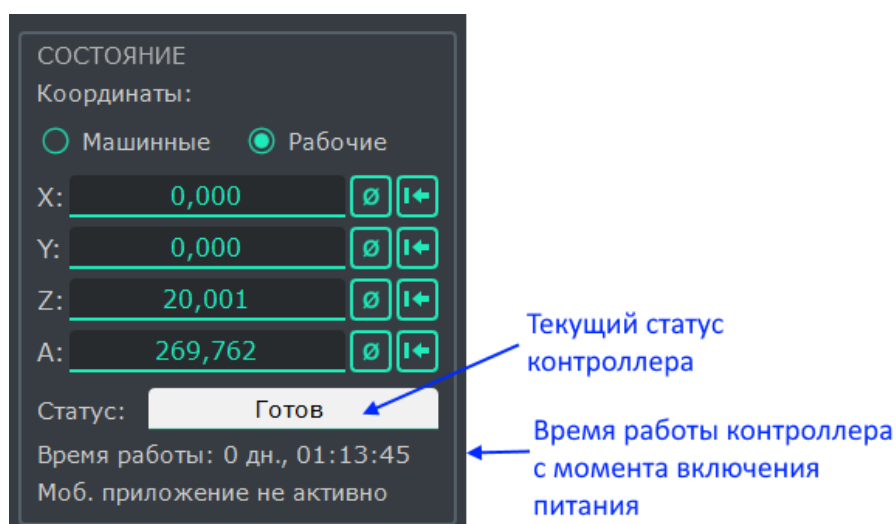

Рисунок 2: Статус контроллера
- 5) При успешном подключении к контроллеру, визуализатор покажет его текущий статус (в правом верхнем углу панель *Состояние*) — см. рис. 2 — в нормальном режиме контроллер будет находиться в состоянии «*Готов*». Если статус имеет значение «*Нет соединения*» — выбранный порт не доступен и не работает. Если статус имеет значение «*Порт открыт*» — выбран неверный COM-порт (с него не удается считать статусную информацию).